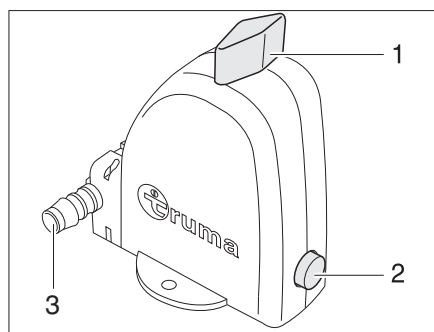

Fig. 340 Valvola di sicurezza/di scarico del boiler - Posizione funzionamento
Il boiler è dotato di una valvola di sicurezza/di scarico (Fig. 340). La valvola di sicurezza/di scarico impedisce che l'acqua congeli nel boiler in presenza di basse temperature esterne, quando il riscaldamento dell'autocaravan non è acceso.
- ▷ Il bocchettone di scarico (Fig. 340,3) della valvola di sicurezza/di scarico deve essere sempre pulito (ad esempio senza ghiaccio, foglie).
- Ruotare la manopola (Fig. 340,1) di 90° nel senso della lunghezza della valvola di sicurezza/di scarico.
Il pulsante (Fig. 340,2) scatta fuori. Il boiler viene svuotato verso l'esterno attraverso il bocchettone di scarico (Fig. 340,3) della valvola di sicurezza/di scarico.
- Ruotare la manopola (Fig. 340,1) di 90° nel senso della larghezza della valvola di sicurezza/di scarico.
- Premere il pulsante (Fig. 340,2).